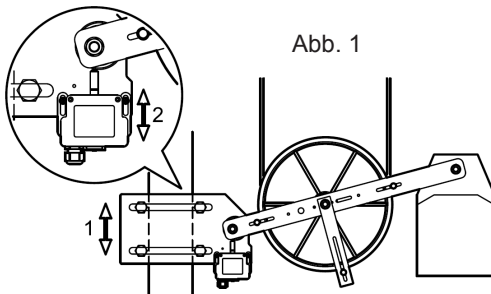

Abb. 1
- Stellen Sie am Sicherheitsschalter die anschlussposition an den Schlitten in vertikaler Richtung ein (Abb. 1 und Abb. 2, Pos. 2).